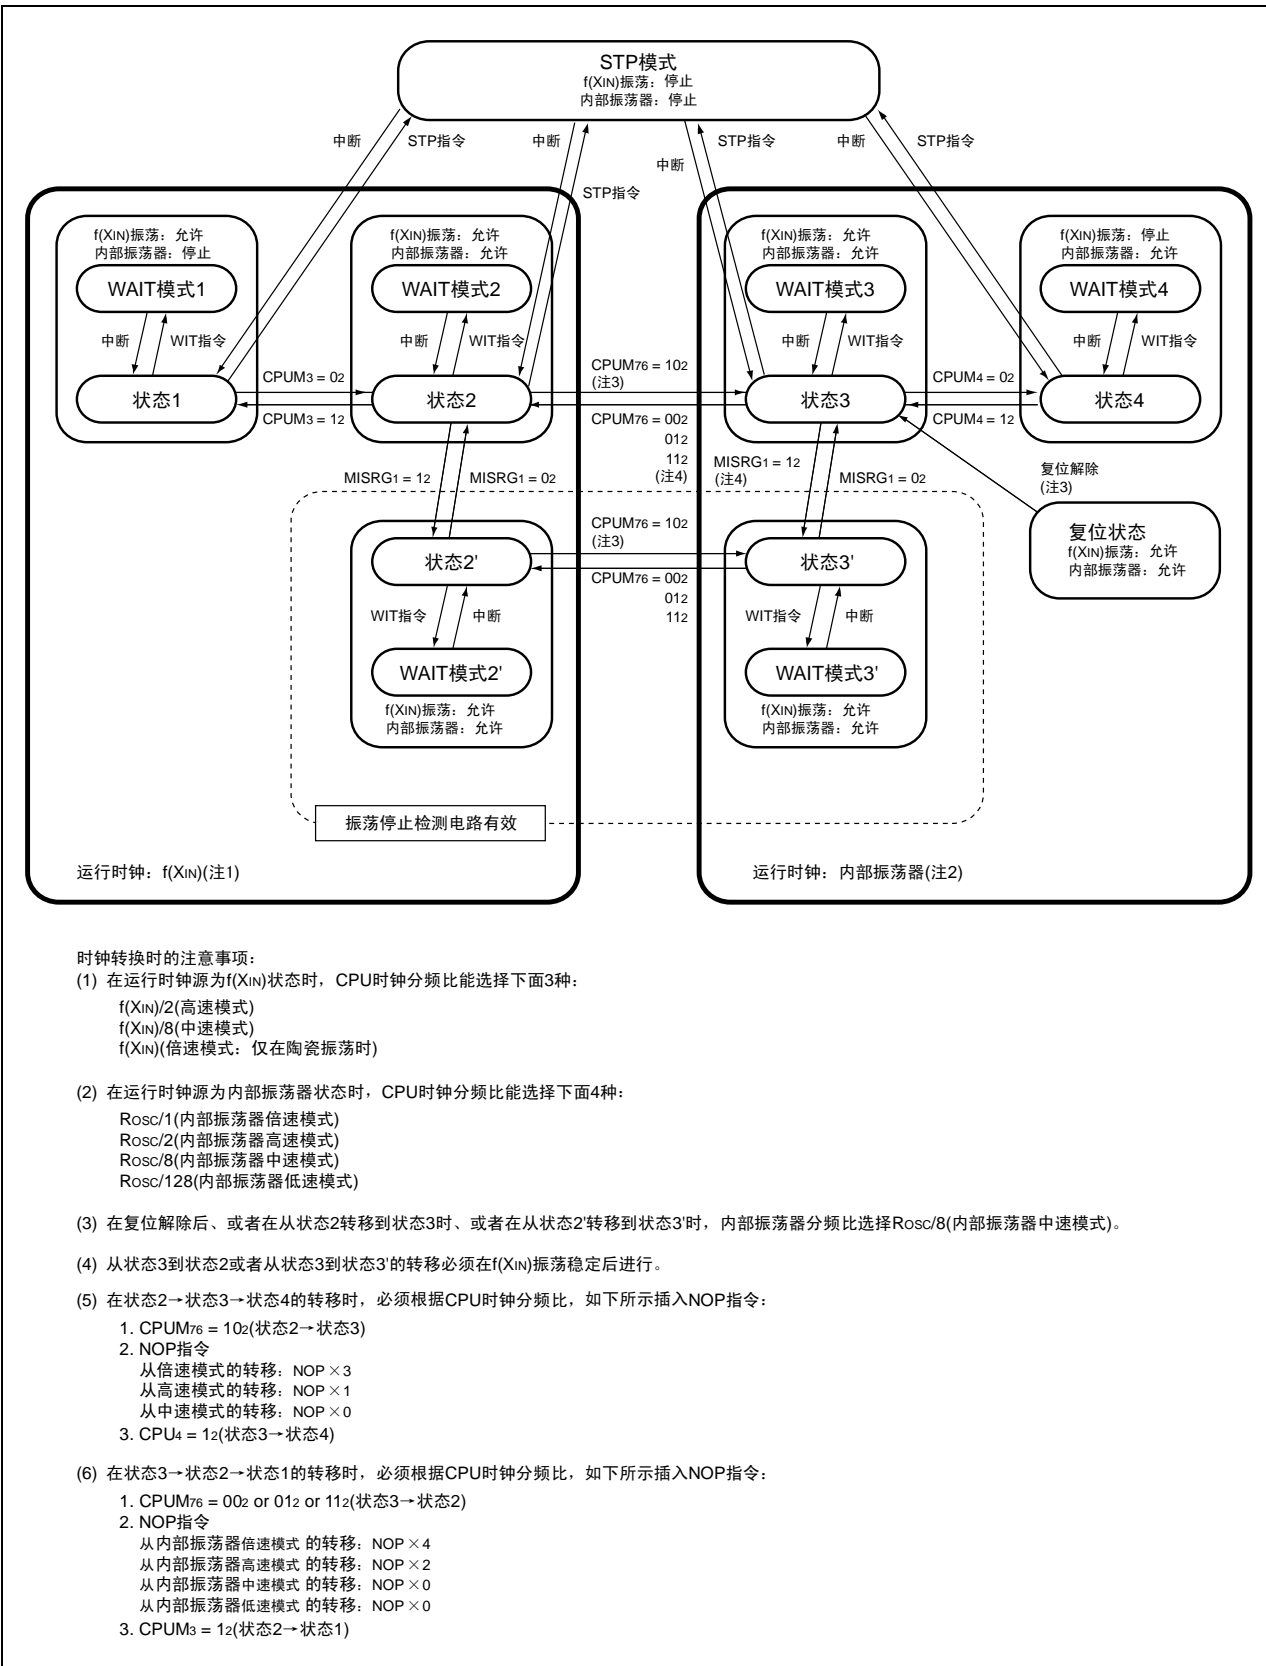

图 81 时钟发生电路状态转移图
- 根据CPU模式寄存器的十种分频比选择位（bit7、bit6）、XIN振荡控制位（bit4）以及内部振荡器振荡控制位（bit3）的设定值，时钟发生电路能实现如图81所示的状态转移。